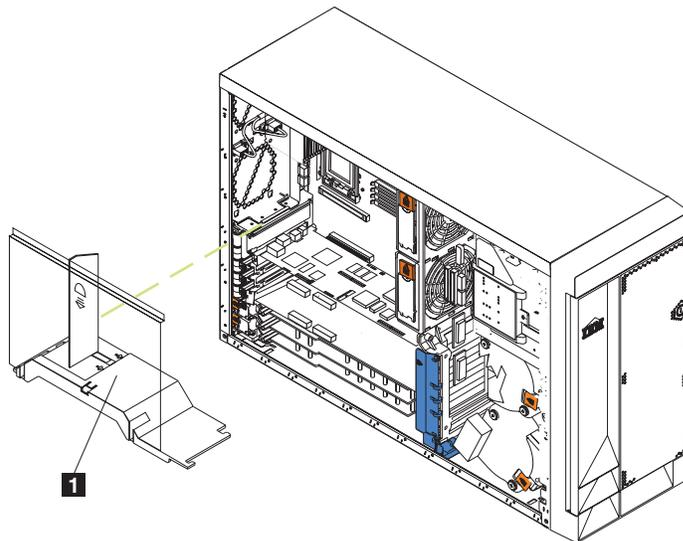
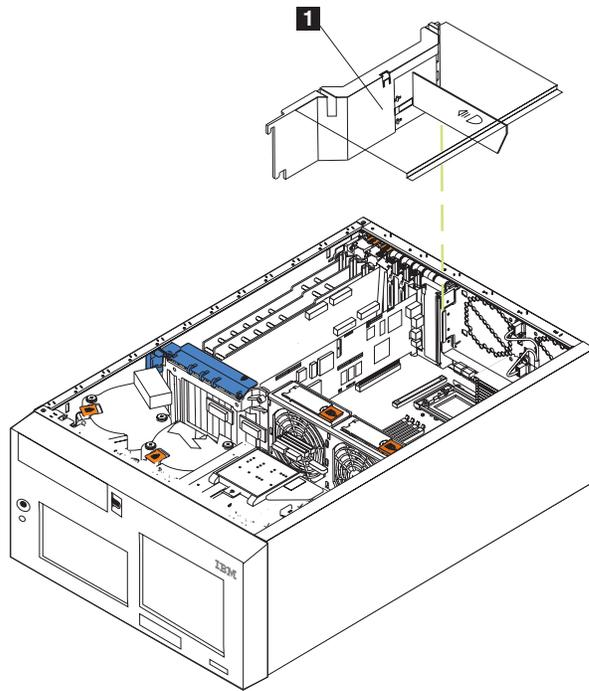

Figure 34. Retrait du déflecteur d'air (Modèle 25T)
Figure 35. Retrait du déflecteur d'air (Modèle 25T avec l'option de conversion pour montage en rack)
3. Reportez-vous à la figure 34 ou à la figure 35 à la page 47 et faites glisser le déflecteur d'air hors des rails ; puis, retirez-le du moteur.